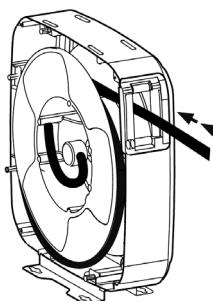

FIG 13.
2. Push the hose back through the hose outlet and make another loop on the spool (Fig. 13).
2. För tillbaka en del av slangen genom slangstyrningen och lägg en till öglå på rullen (Fig. 13).